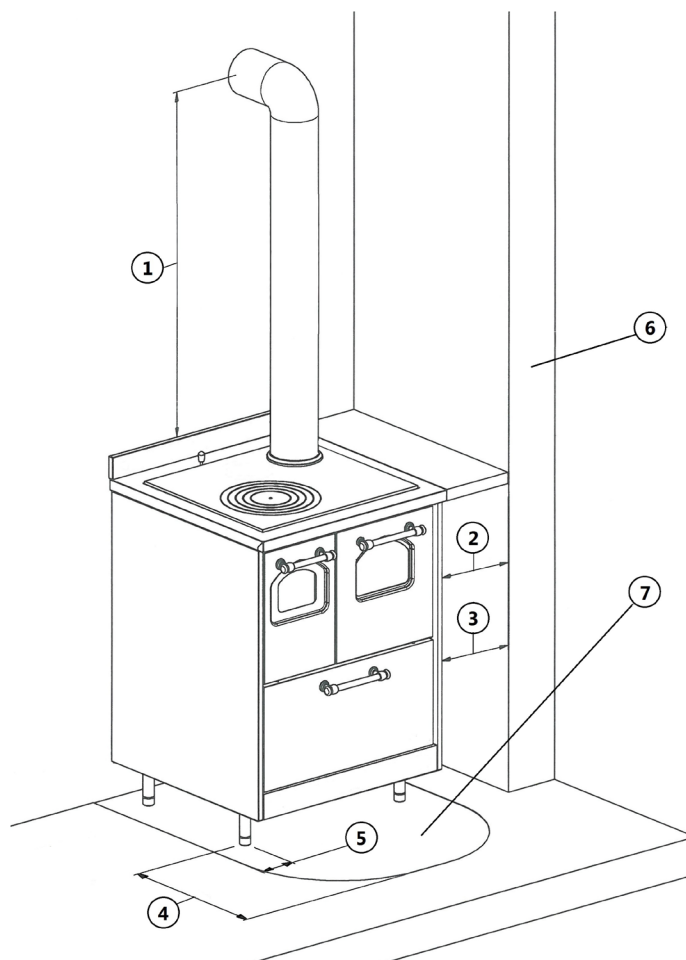

Fig. 13 - Distances par rapport aux murs
- Les poêles installés en un point isolé doivent être éloignés des éventuels murs ou meubles, de manière à garantir une circulation minimum de l'air sur les côtés et à l'arrière pour permettre un refroidissement efficace de l'appareil et une bonne distribution de la chaleur dans le milieu (voir **Fig. 13 à page 42**).
- Dans les normes de sécurité de feu il faut respecter les distances des objets inflammables ou sensibles à la chaleur (canapés, meubles, revêtements en bois etc...) selon **Fig. 13 à page 42**.
- Si le sol est constitué d'un matériau combustible, réaliser une protection (plaque en acier, matériau réfractaire, marbre...) en utilisant un matériau incombustible. Pour les dimensions de la protection, voir **Fig. 13 à page 42**.